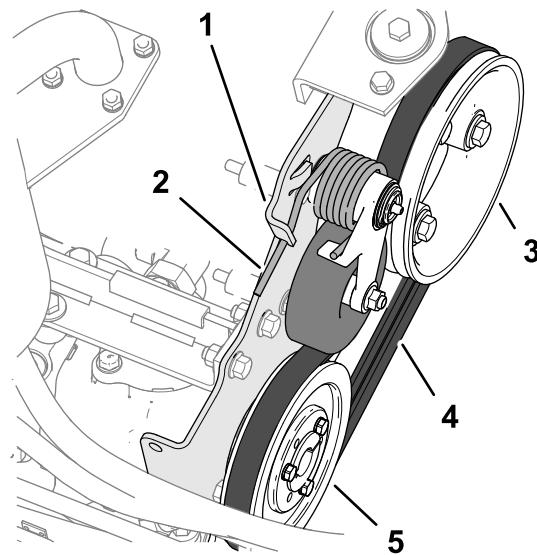

Рисунок 84
- Потяните вниз за конец пружины натяжения ремня и выведите его из выемки в выступе крепления насоса, затем отведите конец пружины вперед (Рисунок 84).